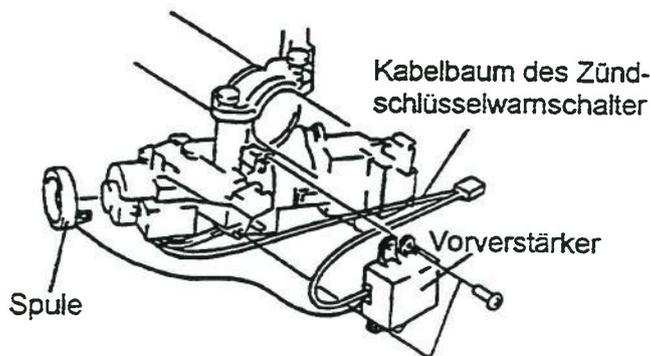

Abb. 2-a (außer Xedos-9)
4. Spule und Vorverstärker, wie in Abb. 2-a gezeigt, austauschen und die Teile in umgekehrter Reihenfolge wieder einbauen.